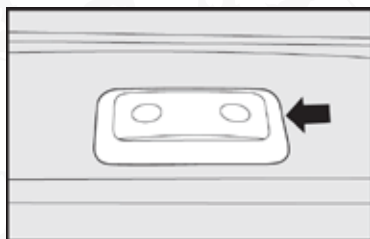

fig. 23
- Utilizando un desarmador plano en el punto indicado por la flecha de la fig. 23, quite el conjunto de la luz del compartimiento de carga, que está colocado a presión;